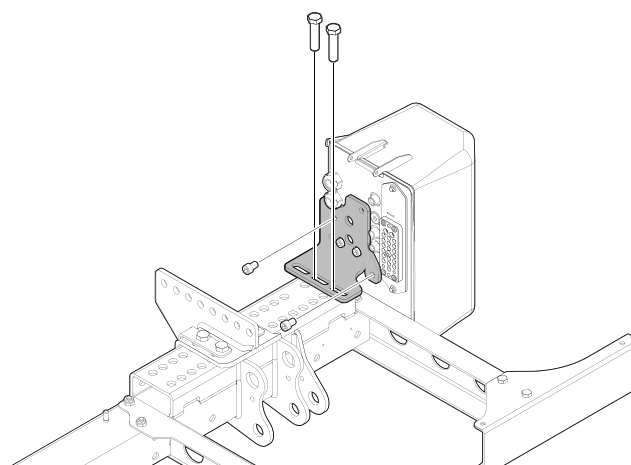
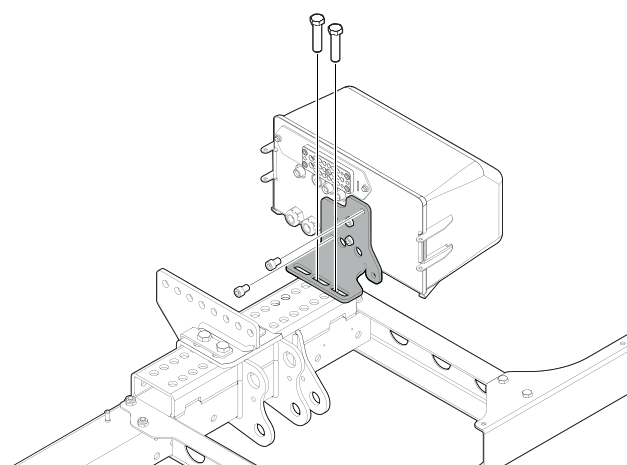

Bild 18. Vertikal montering av hydraulaggregat
Bild 19. Horisontell montering av hydraulaggregat
2. Montera hydraulaggregatet på lyftstommen. Montering kan ske vertikalt eller horisontellt se Bild 18 - Bild 19.